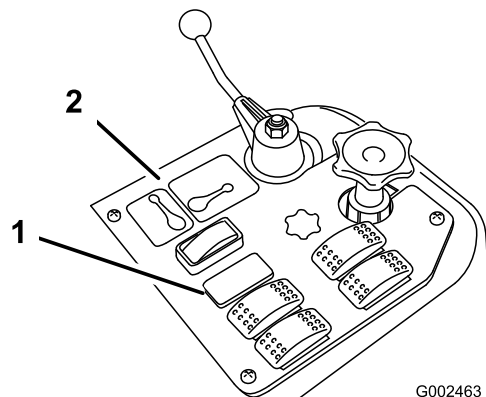
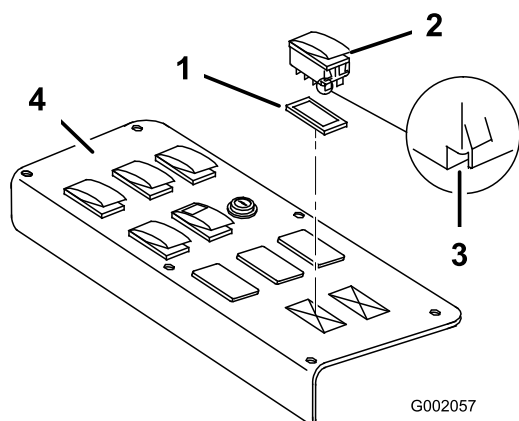

Bild 17
Bild 18
1. Entfernen Sie das Armaturenbrett des Spritzgeräts, um die Unterseite (Bild 17 für den 1200 und Bild 18 für den 1250) freizulegen.
- Entfernen Sie den Stecker im Schlitz des Ultraschall-Auslegers vom Armaturenbrett des Spritzgeräts am Fahrzeug und setzen Sie den Kippschalter an dieser Stelle ein (Bild 17 für den 1200 und Bild 18 für den 1250).
Hinweis: Stellen Sie sicher, dass die Ausrichtung des Schalters der Darstellung in Bild 18 entspricht, d. h. die Kerbe zeigt zum Heck des Fahrzeug.